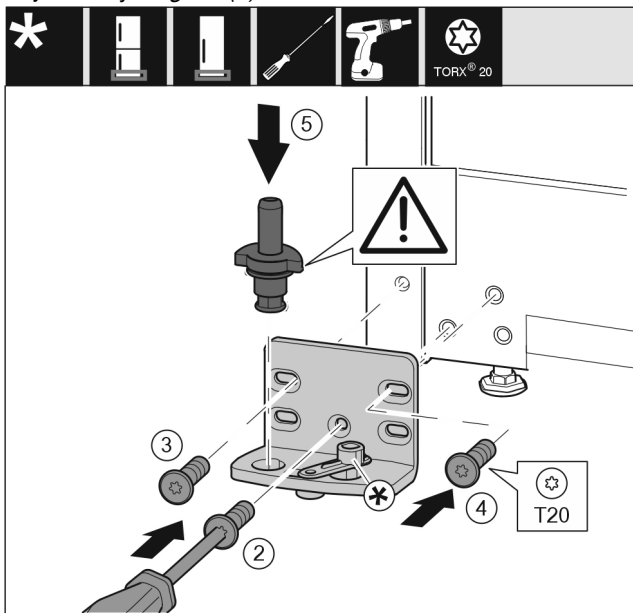

Fig. 25
- ▶ Nasad'te stojan ložiska na druhé straně a přišroubujte pomocí šroubováku T20. Začněte šroubem 2 dole uprostřed. Fig. 25 (2)
- ▶ Pevně utáhněte šroub 3 a 4. Fig. 25 (3,4)
- ▶ Zcela vložte ložiskový čep. Přitom dávejte pozor, aby zajišťovací vačka směřovala dozadu. Fig. 25 (5)